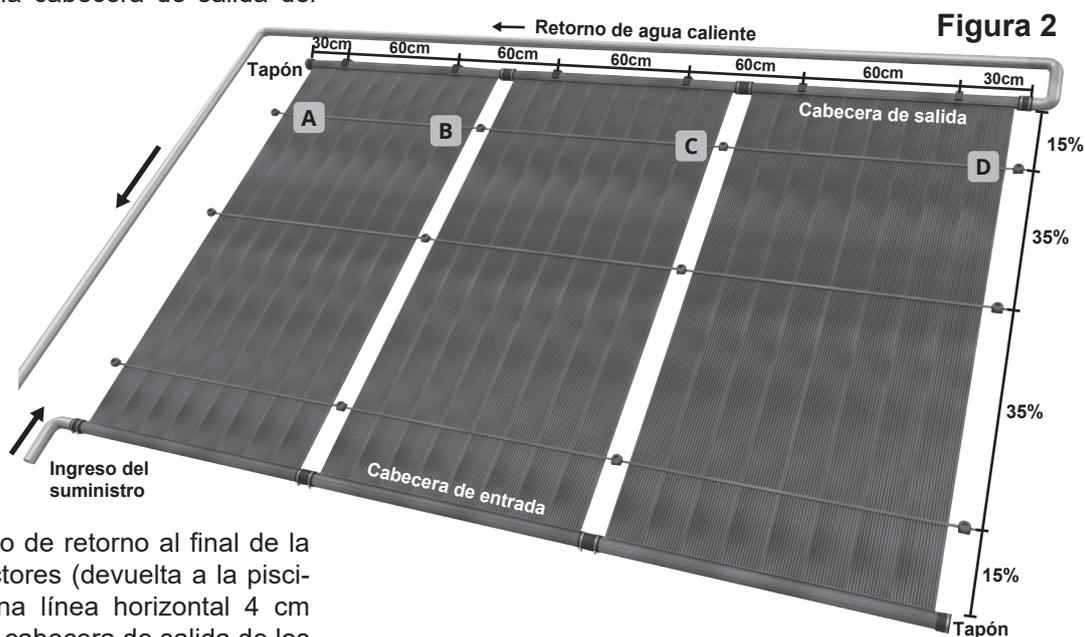

Figura 2
Note en la *Figura 2* que el tubo que lleva el agua de vuelta a la piscina, la tubería de retorno, esta conectado a los colectores diagonalmente opuesto a la tubería de suministro en los colectores. La tubería de retorno debe conectarse 180°, y cruzar de un lado hacia el otro por encima de los colectores de forma paralela a la cabecera de salida del colector.
**Paso 3:** Mida 30 cm desde el comienzo del grupo de colectores (el primer colector en el sistema es el que esta conectado a la tubería de suministro), y marque la línea con el marcador de línea. Después, marque una línea cada 60 cm hasta que tenga dos marcas por cada colector en la hilera. Vea *Figura 2*.
**Paso 8:** el ancla de correa [22USA] fue diseñada para los tres tipos de materiales aprobados para las correas, los cuales son plástico (polipropileno), acero inoxidable y tejido recubierto (poliéster). El inserto extraíble en el interior de la base de montaje se coloca en la parte superior de la correa y se asegura con la tapa superior. Si se está utilizando la correa de tejido recubierto (poliéster), deje el inserto en la base del anclaje y coloque la correa encima y asegúrela con la tapa. Empezando por la parte final del lado izquierdo de la correa superior (A, B, C, D, Figura 2) y trabajando de izquierda hacia la derecha horizontalmente, asegure que las correas para cada anclaje por medio de enroscarla firmemente sobre la base. Repita este proceso en todas las ubicaciones de la correa.
**Paso 9:** Conecte la tapa final en los colectores de acuerdo a las ubicaciones mostradas en la Figura 2, usando Correas Cortas y Abrazaderas de Unión.